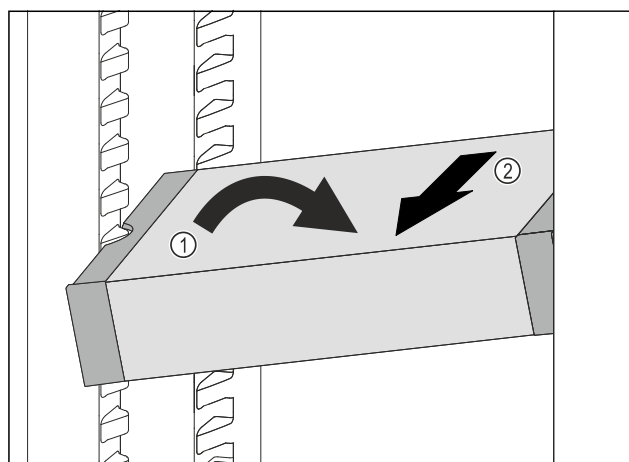

Fig. 88
- ▶ VarioSafe postavte v chladničce šikmo. Fig. 88 (1)
- ▶ VarioSafe odeberte směrem dopředu. Fig. 88 (2)